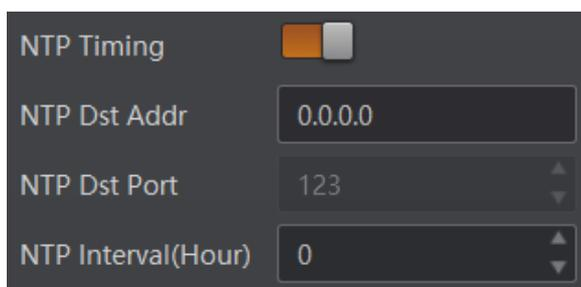

图3-16 设置组播功能
3. 根据实际情况，设置 *NTP Dst Addr*（服务器地址）和 *NTP Interval (Hour)*（校时间隔）参数，*NTP Dst Port*（端口号）默认为“123”，如图 3-16 所示。